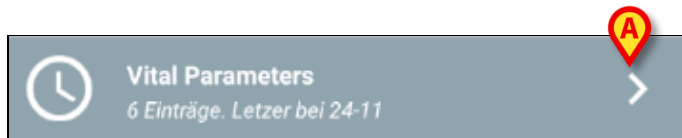
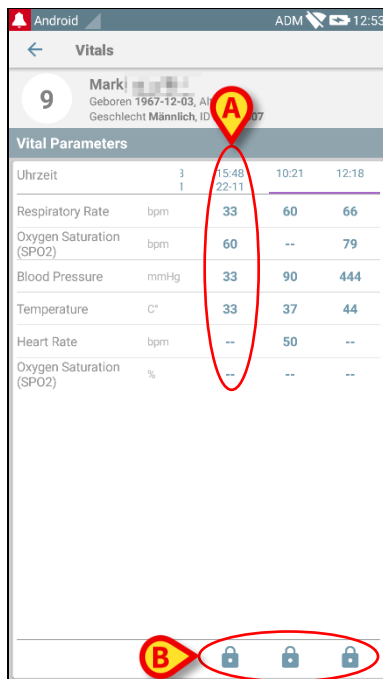
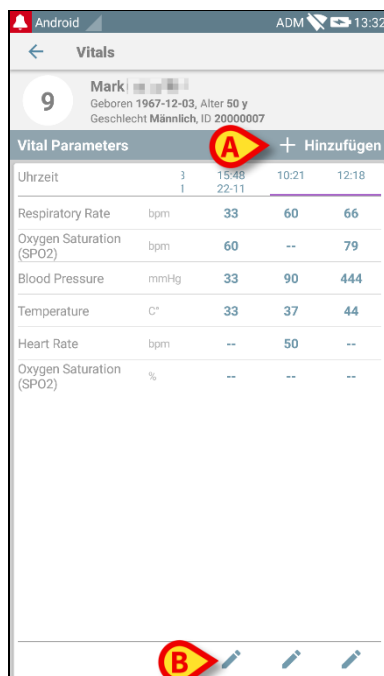

Abb. 48
Abb. 49
Abb. 55
Ist die Schaltfläche **+** nicht auf dem Viereck vorhanden, bedeutet das, dass der Datensatz nicht aktiviert ist (siehe Abschnitt 6.5 für weitere Informationen). Das Viereck wird noch angezeigt, da frühere Daten für dieses Datensatz vorhanden sind, die noch einsehbar sind. Siehe zum Beispiel, Abb. 48.
Der Pfeil (Abb. 48 **A**) ermöglicht es, die früheren Daten anzuzeigen. Siehe zum Beispiel Abb. 49:
Für jeden Eintrag (d.h. für jeden Satz von Werten), werden oben Datum und Uhrzeit angezeigt. Die aufgezeichneten Werte werden darunter angezeigt. Siehe zum Beispiel die in Abb. 49 **A** gezeigte Spalte.
Das in Abb. 49 **B** gezeigte Symbol "Sperren" bedeutet, dass der entsprechende Score nicht bearbeitet werden kann. Anderenfalls wird ein "Stift"-Symbol angezeigt (siehe zum Beispiel Abb. 55).
Der neue Wertesatz wird auf einer speziellen zusammenfassenden Bildschirmseite angezeigt. Erneut sind die Merkmale der Bildschirmseite von der Art des erfassten Datensatzes abhängig. Siehe Abb. 55 für ein Beispiel (Vitalparameter).
- Berühren Sie auf dieser Bildschirmseite **Hinzufügen**, um einen weiteren Datensatz hinzuzufügen (Abb. 55 A).
- Verwenden Sie das “Stift”-Symbol zum Bearbeiten der Daten eines bereits vorhandenen Datensatzes (Abb. 55 **B**).